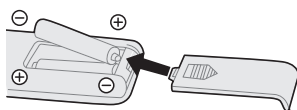

Fig.1
- Inserire le batterie e assicurarsi che siano posizionate come indicato nella Fig. 1.